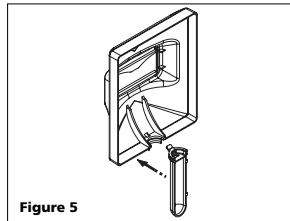

Figure 5
- Pour fixer le manche, placer le masque à main sur une surface nivelée et appuyer sur le manche jusqu'à ce qu'il soit en place. (Voir Figure 5).